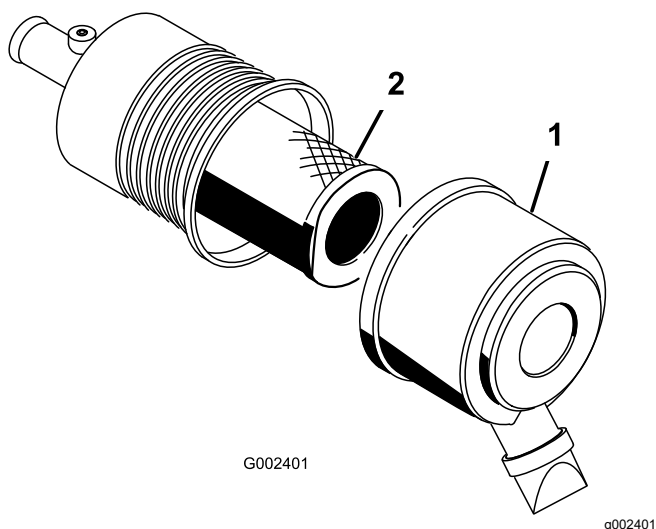

Рисунок 54
1. Отпустите защелки, фиксирующие крышку воздухоочистителя на его корпусе (Рисунок 54).
2. Снимите крышку с корпуса воздухоочистителя (Рисунок 54).
4. Снимите и замените фильтр (Рисунок 54).